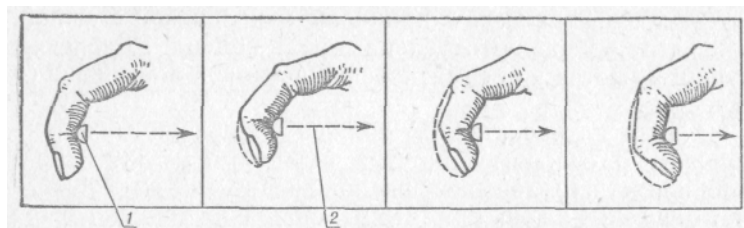

Рис. 51. Нажатие на спусковой крючок (производится плавно, т. е. без дерганья)
9. НАЖАТИЕ НА СПУСКОВОЙ КРЮЧОК (рис. 51)